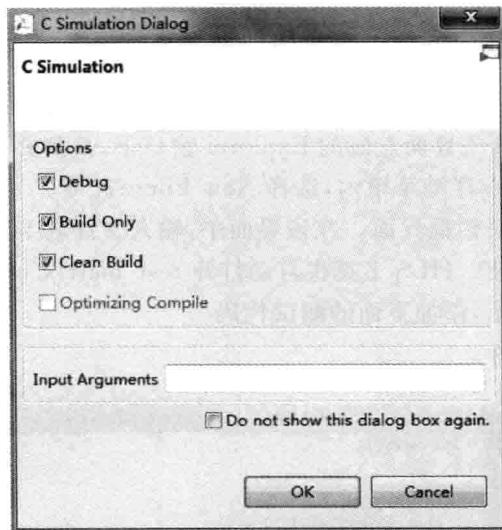

图 5.101 C 仿真对话框界面
- (1) 在 HLS 主界面主菜单下,选择 Project→Run C Simulation。
- (2) 如图 5.101 所示,打开 C Simulation Dialog(C 仿真对话框)界面。在该界面的 Options 标题栏下选中 Debug、Build Only、Clean Build 前面的复选框。